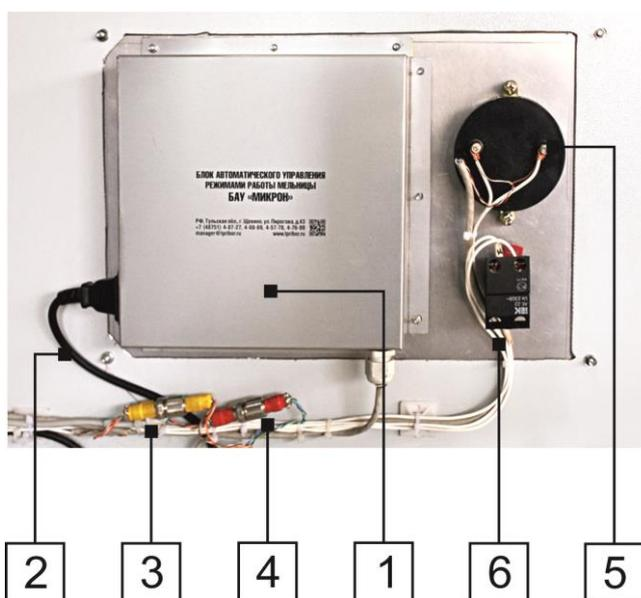

Рис. 26. Замена панели управления.
Для того, чтобы демонтировать (Рис. 26) панель управления необходимо обесточить пульт БАУ, отсоединить от основного блока (1) кабель питания (2), рассоединить разъемы (3, 4), отсоединить два провода от амперметра (5) и два провода от кнопки «ОБЩИЙ СТОП» (6), после чего отвернуть четыре гайки М4 и снять панель.